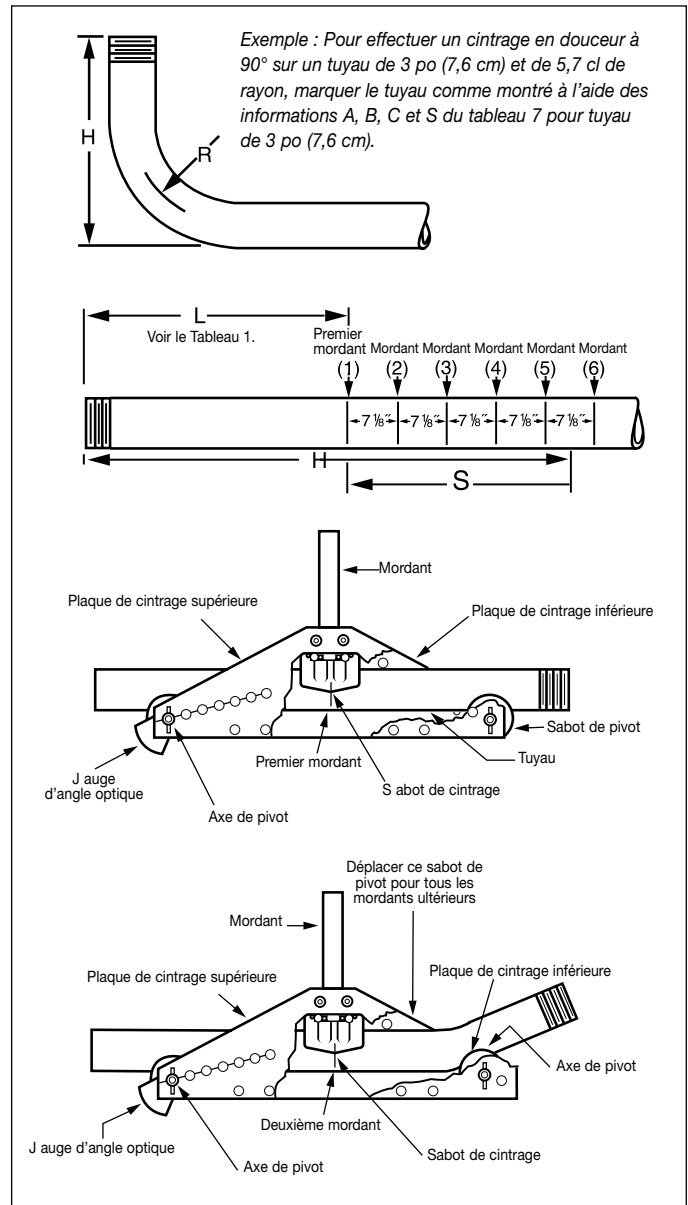

Figure 8, 90° Cintrage en douceur
- Marquer les dimensions de relevage (H) souhaitées sur la longueur droite du tuyau (voir figure 8).
- Rechercher la taille du tuyau à cintrer dans le tableau 6. Sélectionner le rayon de cintrage pour obtenir la dimension de recouvrance (S).
- Mesurer la recouvrance (déduire (S) et marquer le tuyau).